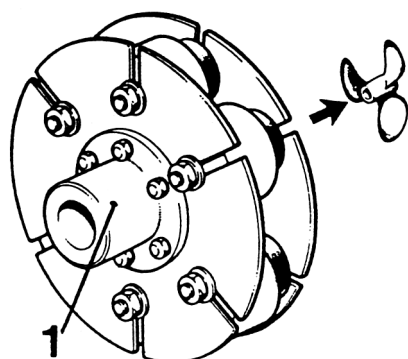

Fig 18.
Propelleraxelkopplingen (fig 18) skall monteras mellan backslagets utgående axelfläns (1) och propelleraxelns anslutningsfläns. Det maximala radialkastet som kopplingen kan uppta under drift är ca 2 mm.